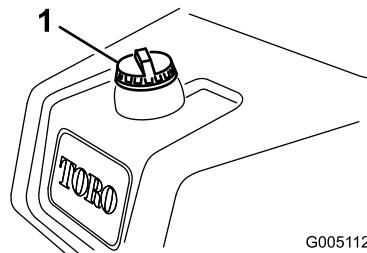

Figura 25
- Limpe a zona em redor da tampa do depósito de combustível e retire-a (Figura 25).